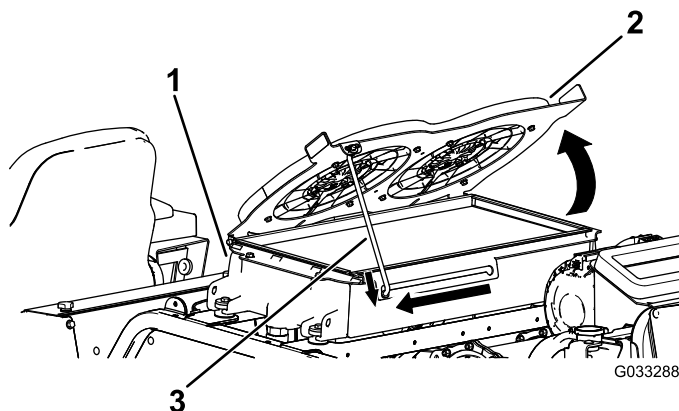

Figura 122
2. Rode as ventoinhas do refrigerador hidráulico para cima e fixe a barra de apoio no entalhe (Figura 122).